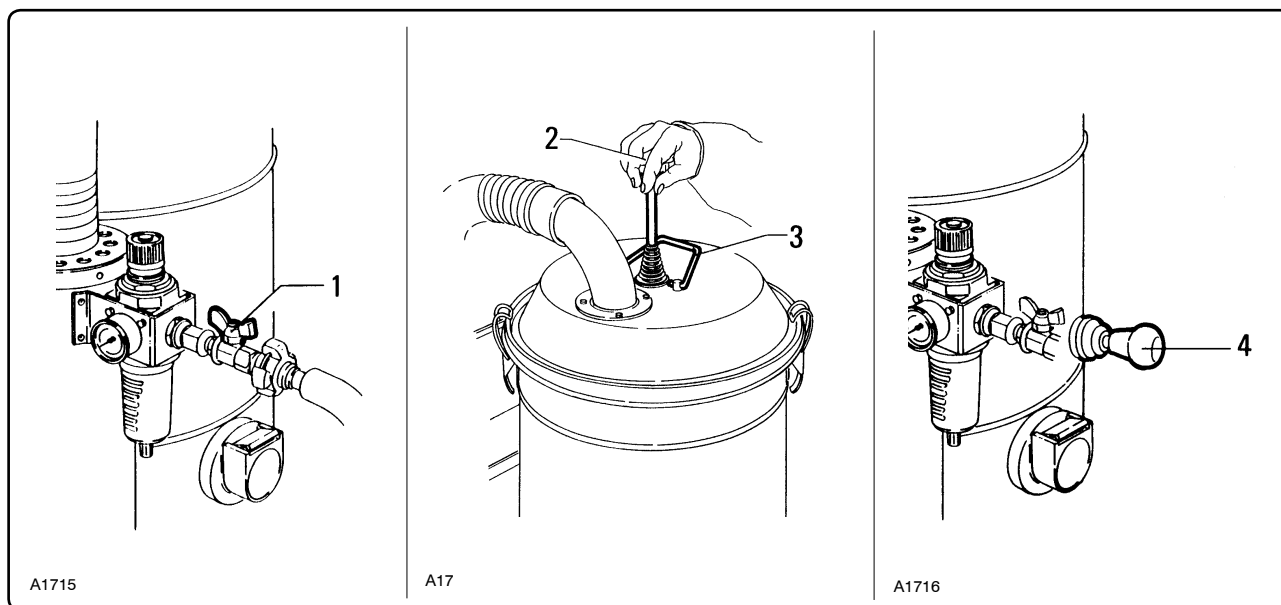

Рис. 6.5.1
6.5 - Чистка фильтра первичной очистки (рис. 6.5.1)
- Несколько раз энергично поднимите и опустите ручку «2» (рис. 6.5.1), чтобы сбить пыль с фильтра.